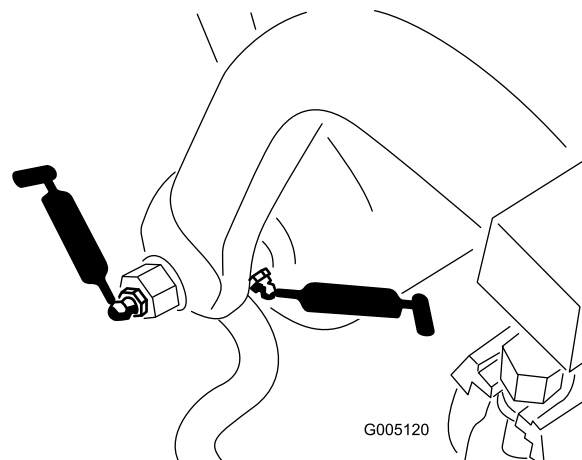

図 28
- ・ プル・フレームのシャフトとローラ：12 か所 (図 28)